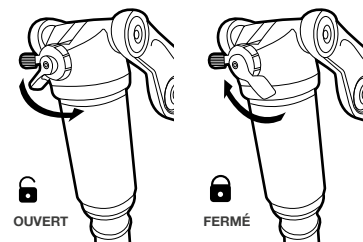

Figure 21. Position de l'amortisseur
2. Si vous apercevez un cadenas ouvert c'est que votre amortisseur est en position ouvert (Figure 21).
3. Si vous apercevez un cadenas fermé, c'est que votre amortisseur est bloqué (Figure 21).
4. Pour basculer d'une position à l'autre, il vous suffit de basculer le levier bleu avec votre index dans le sens et la direction des flèches de la Figure 21.